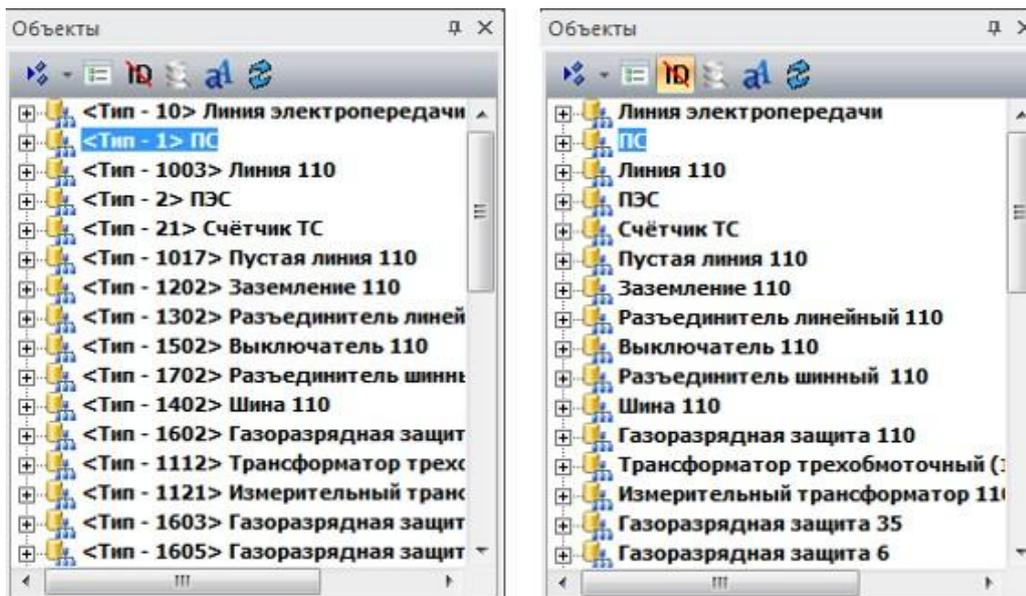

Рисунок 370 – Кнопка «Убрать все индексы из дерева»
**Кнопка «Убрать индексы»** позволяет убрать все индексы из дерева (рисунок 370).